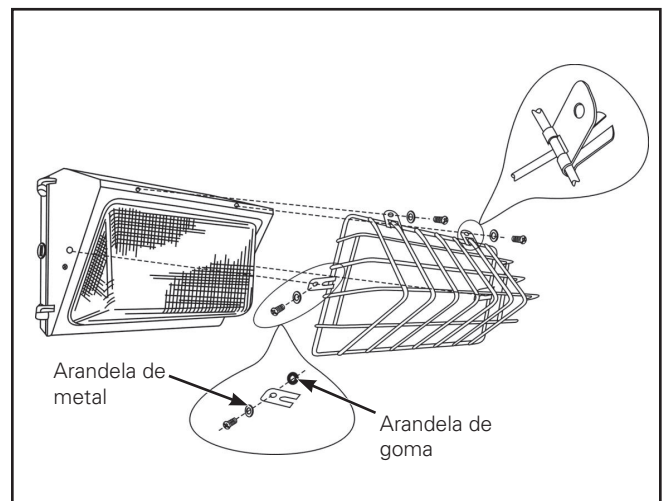

Figura 3. y 4.
1. Enganche las placas del protector de cables en el protector de cables en la posición adecuada. (Figura 3 y Figura 4.)
3. Instale el protector de cables conforme a la (Figura 3.).